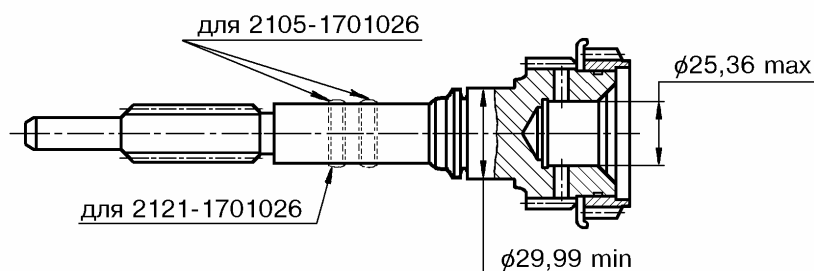

Рис.36. Вал первичный – 2101-1701026, 2105-1701026, 2121-1701026.
4.2.5 Первичный вал – 2101-1701026, 2105-1701026, 2121-1701026, рис.36.